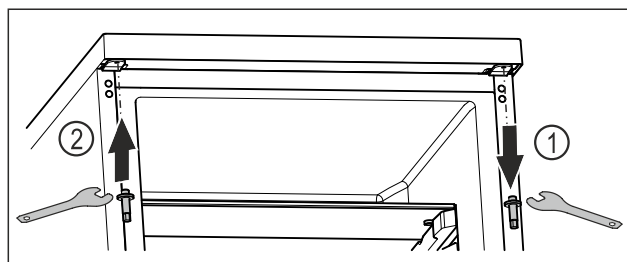

Fig. 18
- ▶ Skruva ur övre bult med utvändigt sexkantsnyckel. Fig. 18 (1)
- ▶ Skruva fast bult på motsatta sidan med utvändigt sexkantsnyckel. Fig. 18 (2)